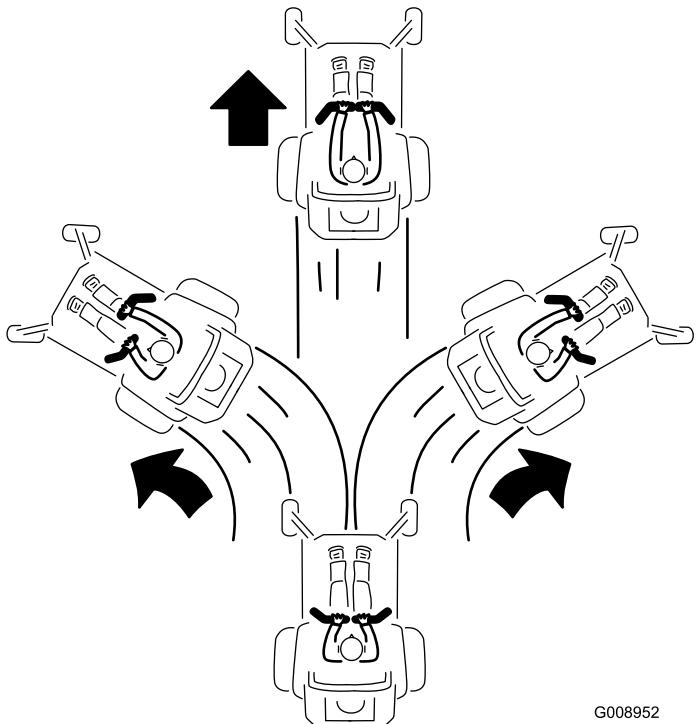

図 27
3. 前進するには、左右の走行コントロールレバーをゆっくりと前へ押し出す図 27。